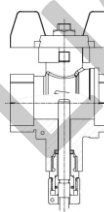

Рис. 3. Спеціальний кульовий кран для безпосереднього встановлення термоперетворювача
Рис. 3. Монтаж теплолічильника з одним вбудованим термоперетворювачем до перетворювача витрати до горизонтального трубопроводу з обертанням навколо вісі трубопроводу на 90°
6.2.2. Для встановлення термоперетворювачів необхідно використовувати спеціальні втулки, які вкручуються до вварених бобишок (рис. 1 Додаток Б) або до трійників (рис. 2 Додаток Б), крім того можливе використання спеціального кульового крану з гніздом для термоперетворювача (рис. 3 Додаток Б). У випадку монтажу теплолічильника, оснащеного одним вбудованим термоперетворювачем до перетворювача витрати (рис. 3 Додаток А), слід використовувати одну втулку на відповідному трубопроводі.